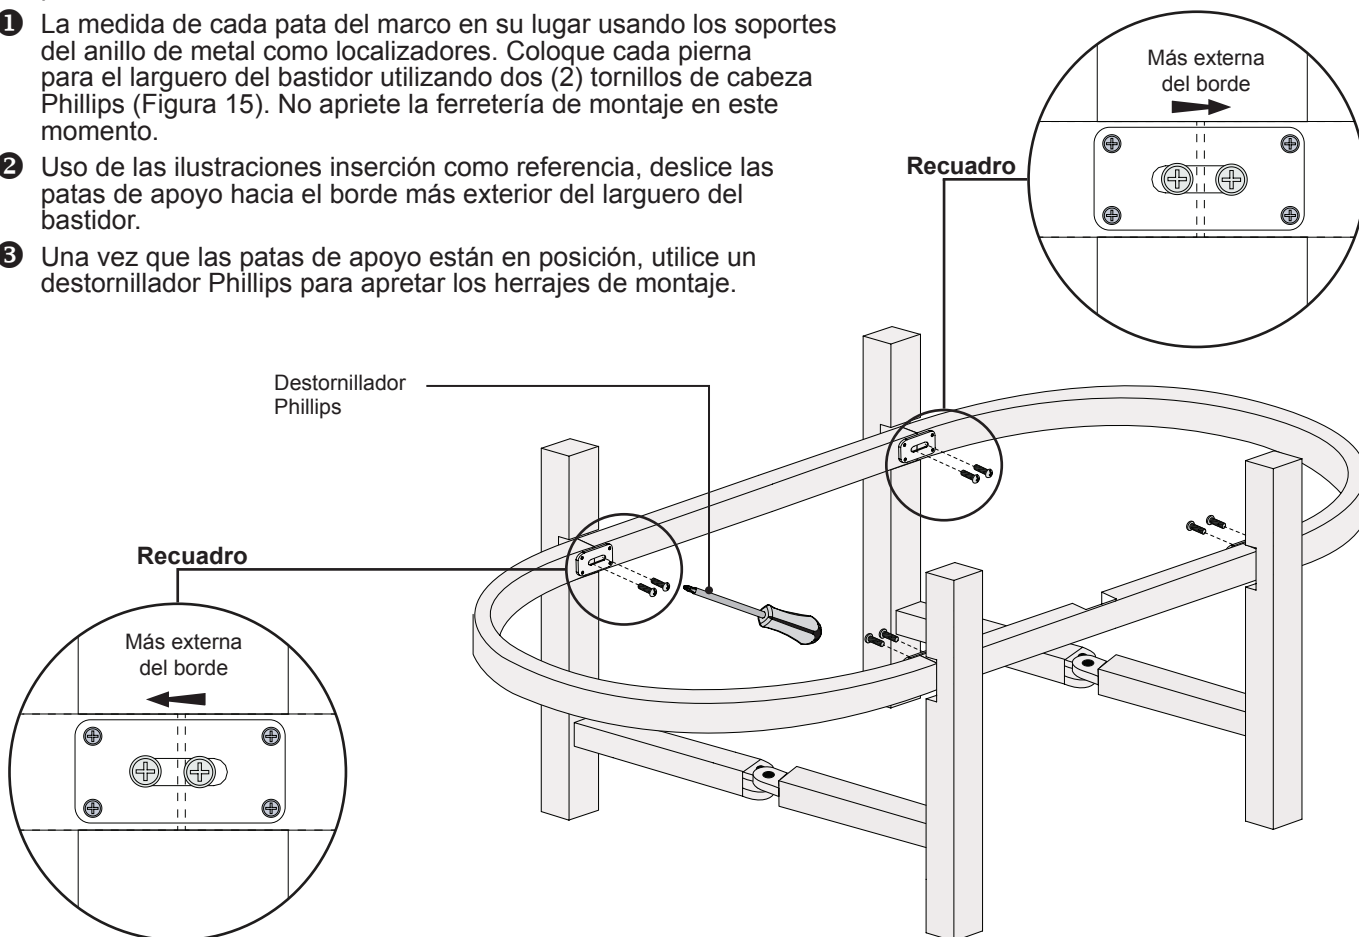

Figura 15. Madera del marco de la Asamblea
- ① La medida de cada pata del marco en su lugar usando los soportes del anillo de metal como localizadores. Coloque cada pierna para el larguero del bastidor utilizando dos (2) tornillos de cabeza Phillips (Figura 15). No apriete la ferretería de montaje en este momento.
- ② Uso de las ilustraciones inserción como referencia, deslice las patas de apoyo hacia el borde más exterior del larguero del bastidor.
- ③ Una vez que las patas de apoyo están en posición, utilice un destornillador Phillips para apretar los herrajes de montaje.